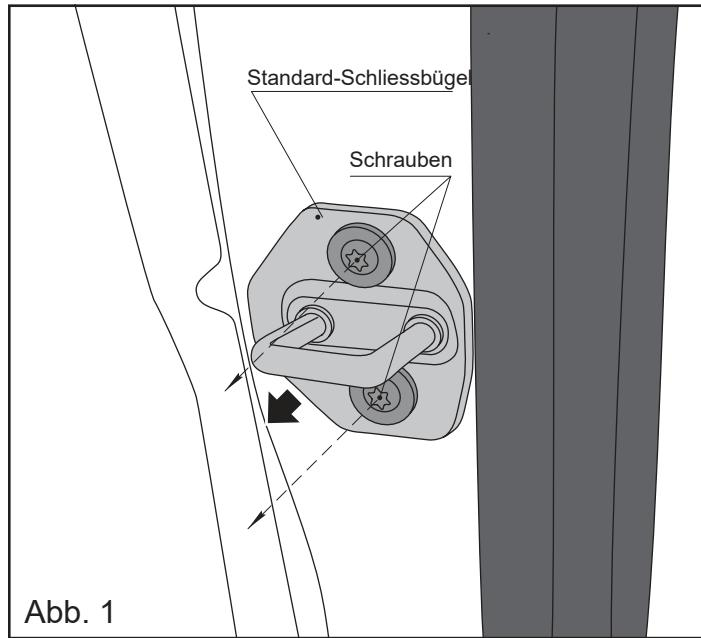

Abb. 1
1. Entfernen Sie den Standard-Schliessbügel, indem Sie die beiden Befestigungsschrauben (Abb. 1).